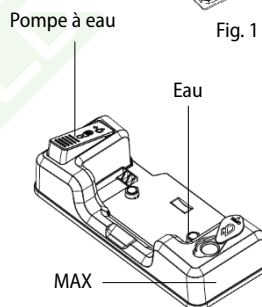

Fig. 2
- Avant l'utilisation, desserrer le bouchon du bac d'eau et remplir le réservoir d'eau distillée (Fig. 2). Respecter le niveau d'eau maximum selon la ligne MAX située sur le bac d'eau (Fig. 2).
- Pour laver par terre, humidifier le tissu de nettoyage (17) en appuyant à plusieurs reprises sur la pompe à eau du bac d'eau. Pour un nettoyage plus efficace, il est conseillé d'humidifier le tissu avant de l'utiliser.